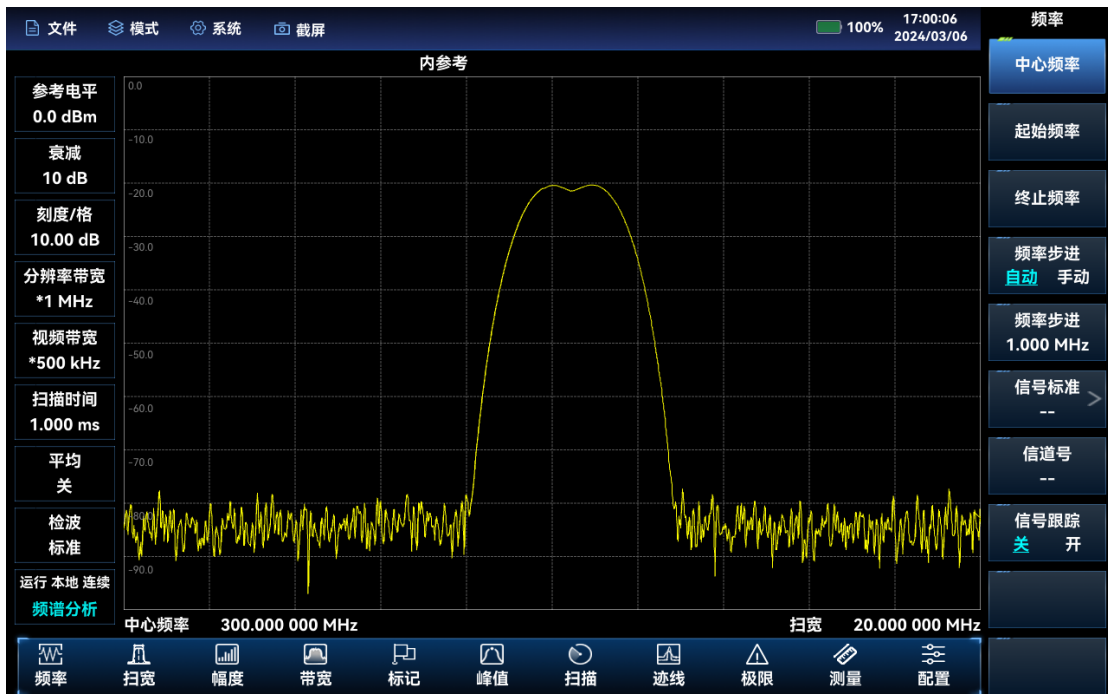
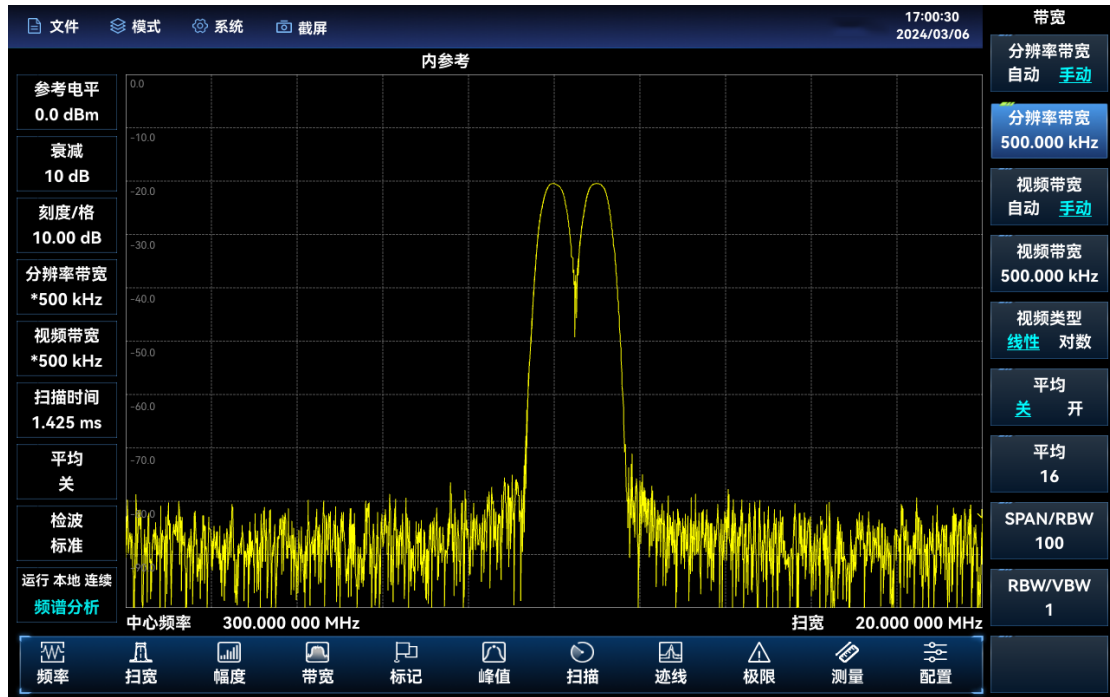

图 3.27 区分两个等幅信号
图 3.28 明显区分两个等幅信号
- 按【带宽】、[视频带宽 自动 手动]调整视频带宽为 500kHz。此时可以看到屏幕上出现两个信号，如图 3.27 所示。使用前面板的滑动轴或【↓】键继续降低分辨率带宽，可以更清楚的看到两个信号，如图 3.28 所示。